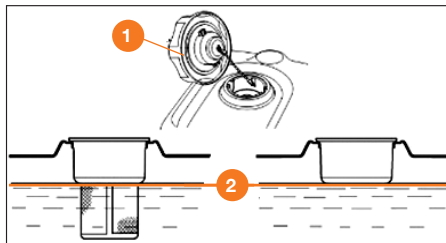

Рис. 19
- При низком уровне топлива долейте его до установленного уровня **2**. После заправки топливного бака надёжно затяните пробку заправочной горловины **1** (Рис. 19).